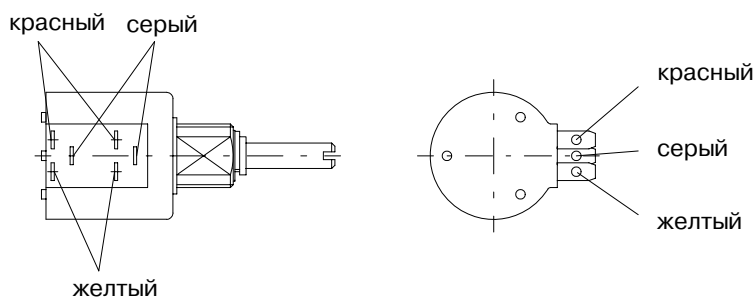

рис. 12
- Воткнуть плоские штекеры серых приводов соединительных кабелей потенциометра в средние контактные штифты, красных приводов в верхние контактные штифты, а желтых приводов в нижние контактные штифты потенциометра (см. рис. 12).
- Укрепить терморегулятор dTRON 16.1 с монтажным модулем на плате редуктора (рис. 12).